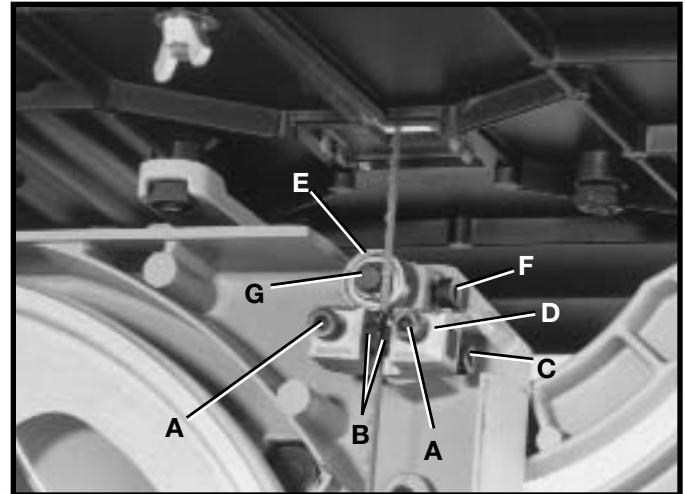

Fig. 24
1. Desserrer les deux vis (A) fig. 24, et déplacer les guides (B) aussi près que possible des côtés de la lame, en étant prudent pour ne pas pincer la lame. Resserrer ensuite les deux vis (A).
2. Le bord avant des blocs guides (B) fig. 24, devrait être réglé pour qu'ils soient juste derrière les « gorges » des dents de lame en desserrant la vis (C), et en déplaçant le module (D) vers l'intérieur ou vers l'extérieur au besoin. Resserrer ensuite la vis (C).
3. Le palier de support de lame inférieure (E) fig. 24, devrait être réglé pour supporter l'arrière de la lame durant la coupe et aussi pour empêcher que la lame ne soit poussée trop loin vers l'arrière ce qui pourrait endommager la lame.
Le palier de support (E) fig. 24, devrait être réglé à environ 1/32 po (0,79 mm) derrière la lame en desserrant la vis (F) fig. 24, et en déplaçant l'arbre (G) vers l'intérieur ou vers l'extérieur. Resserrer ensuite la vis (F).
4. Le palier de support de lame inférieure (E) fig. 24, devrait être aussi réglé pour que l'arrière de la lame chevauche le diamètre extérieur du palier à billes d'environ 1/8 po (3,2 mm). Le palier de support de lame (E) est réglé sur un arbre à excentrique. Pour changer la position du palier (E), desserrer la vis (F) fig. 24, et tourner l'arbre (G) fig. 24 et 25, jusqu'à ce que la lame chevauche correctement le palier de support. Puis resserrer la vis (F) fig. 24.